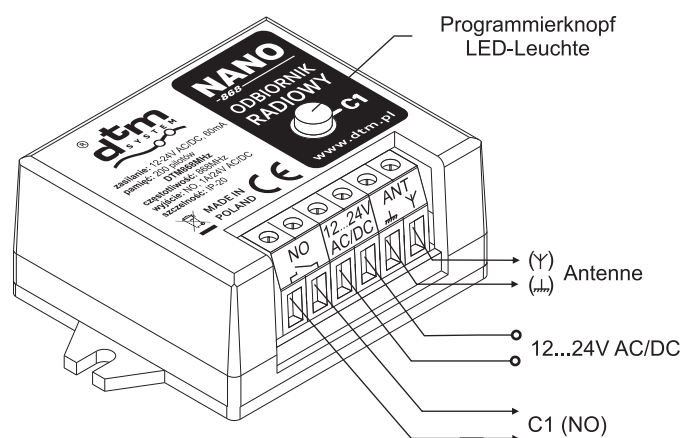

Abb.1. Abbildung des Gerätes mit der Beschreibung von Anschlüssen.
Der Empfänger ist bestimmt für die Montage in Innenräumen, bzw. im Gehäuse von anderen Automatikgeräten bei Gewährleistung von entsprechenden technischen Parametern des Empfängers. Der Empfänger soll auf den Stellen nicht montiert werden, die großer Feuchtigkeit und häufigen und plötzlichen Temperaturschwankungen ausgesetzt sind. Da von Außen die Schraubverbindungen zugänglich sind, ist eine galvanische Isolierung von anderen Geräten und Kabeln notwendig, insbesondere bei Montage im Gehäuseinneren eines anderen Gerätes. Zu beachten ist auch die Thermoisolierung von sonstigen Geräten, die eine hohe Temperatur erreichen können (Motoren, Transformatoren, Steuerungssystemen, jeglichen Strahler usw.) Der Elektroanschluss ist gem. Abb. 1 durchzuführen, wo der Empfänger mit der Beschreibung von Ausgängen beschrieben ist. An der Klemme (Y) ist vom Werk eine Drahtantenne angeschlossen. Optional kann eine zusätzliche Antenne eingesetzt werden, indem sie mit einem Schaltkabel mit dem Wechselstromwiderstand 50Ω für die Klemme (Y) - mittlere Kabelader, (—)-Kabelschirm.